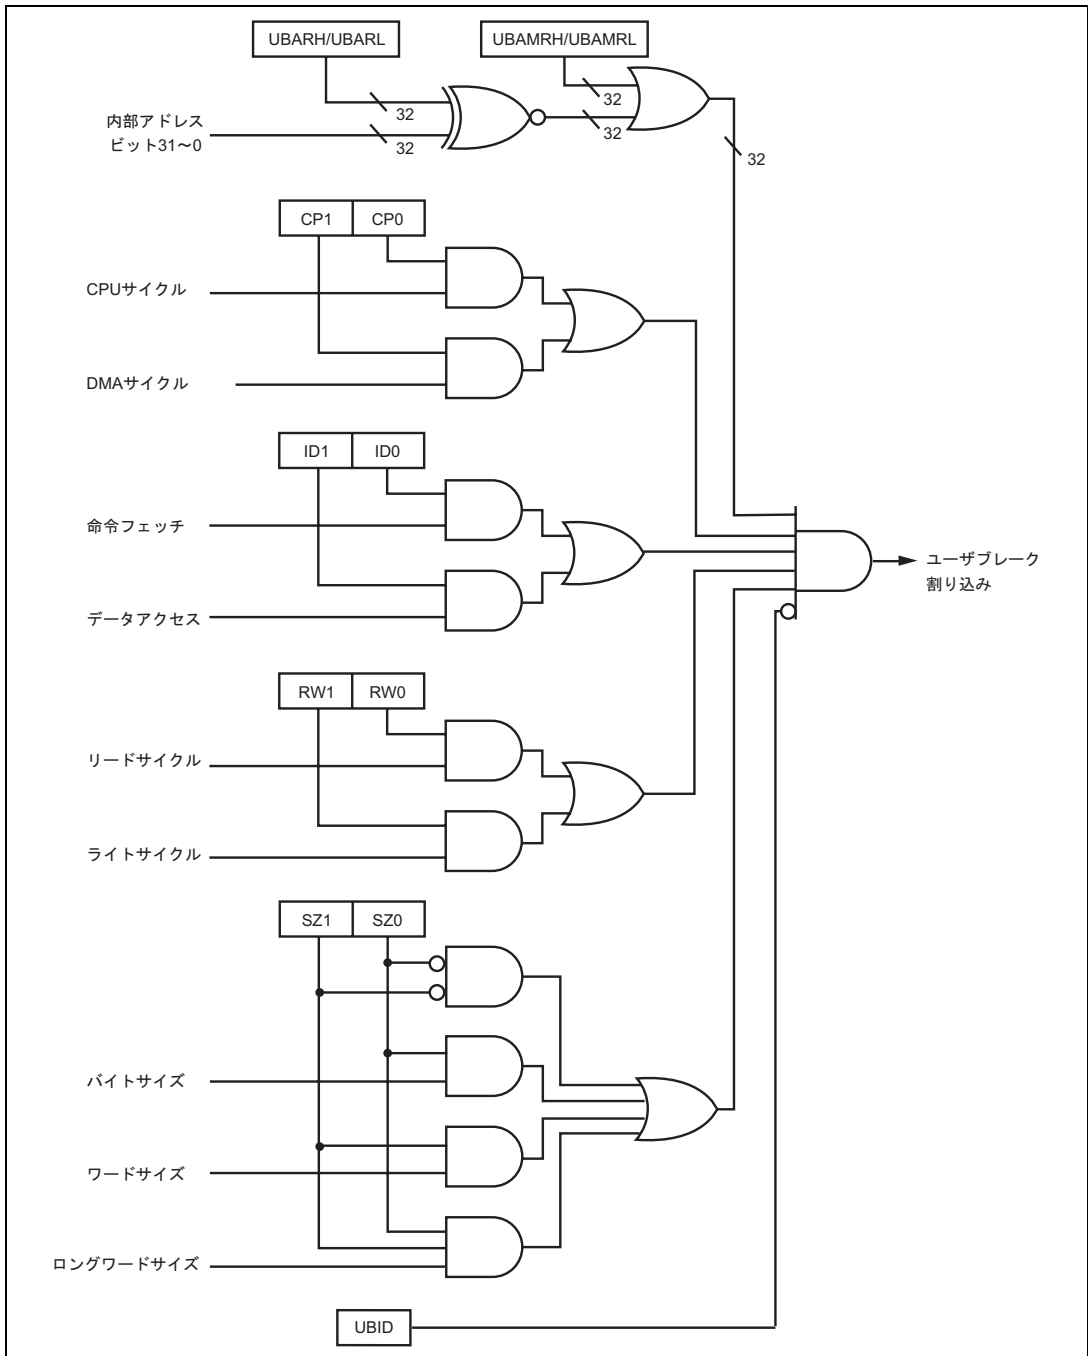

図 8.2 ブレイク条件判定方式
- (1) ブレイク条件のうち、ユーザブレイクアドレスをユーザブレイクアドレスレジスタ (UBAR)、アドレスの中のマスクしたいビットをユーザブレイクアドレスマスクレジスタ (UBAMR)、ブレイクするバスサイクルの種類をユーザブレイクバスサイクルレジスタ (UBBR) に設定してください。UBBRのCPUサイクル/DMAサイクルセレクトビット (CPI、CP0)、命令フェッチ/データアクセスセレクトビット (ID1、ID0)、リード/ライトセレクトビット (RW1、RW0) のいずれか1組でも00 (ユーザブレイク割り込みは発生させない) にセットされていると、他の条件が一致してもユーザブレイク割り込みは発生しません。ユーザブレイク割り込みを使用したいときは、必ずこれら3組のビットすべてに条件を設定してください。
- (2) UBCは、設定した条件が成立したかどうかを図8.2に示す方式で判定します。ブレイク条件が成立すると、UBCは割り込みコントローラ (INTC) に、ユーザブレイク割り込み要求信号を送ります。同時に条件一致信号をUBCTRG端子にCKS1,0ビットで設定されたパルス幅で出力します。
- (3) ユーザブレイク割り込み要求信号を受け取ると、INTCは優先順位の判定を行います。ユーザブレイク割り込みは優先レベル15なので、ステータスレジスタ (SR) の割り込みマスクビット (I3~I0) がレベル14以下のとき、受け付けられます。I3~I0ビットがレベル15のとき、ユーザブレイク割り込みは受け付けられませんが、受け付けられるようになるまで保留されます。したがって、NMI例外処理では、I3~I0ビットはレベル15になりますので、NMI例外サービスルーチン中はユーザブレイク割り込みは受け付けられません。ただし、NMI例外サービスルーチンの先頭でI3~I0ビットをレベル14以下に変更すれば、それ以後ユーザブレイク割り込みが受け付けられるようになります。優先順位判定については、「第7章 割り込みコントローラ (INTC)」を参照してください。
- (4) INTCは、ユーザブレイク割り込みの要求信号をCPUに送ります。これを受け取ると、CPUはユーザブレイク割り込み例外処理を開始します。割り込み例外処理については、「7.4 動作説明」を参照してください。